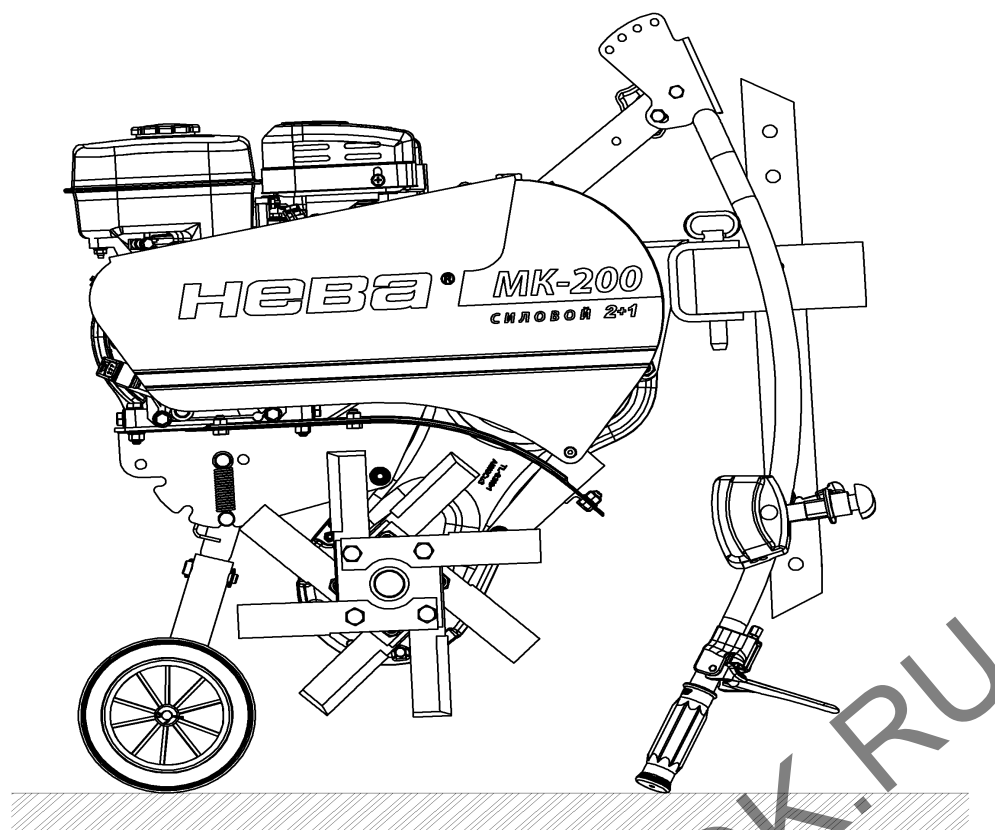

Рис.4 Парковочное положение
- Опустить руль в парковочное положение (рис.4.)
Руль (Рулевая колонка) – предназначен для управления МК, имеет регулировку по высоте и углу поворота, а так же используется для установки МК в парковочное положение (рис.4).